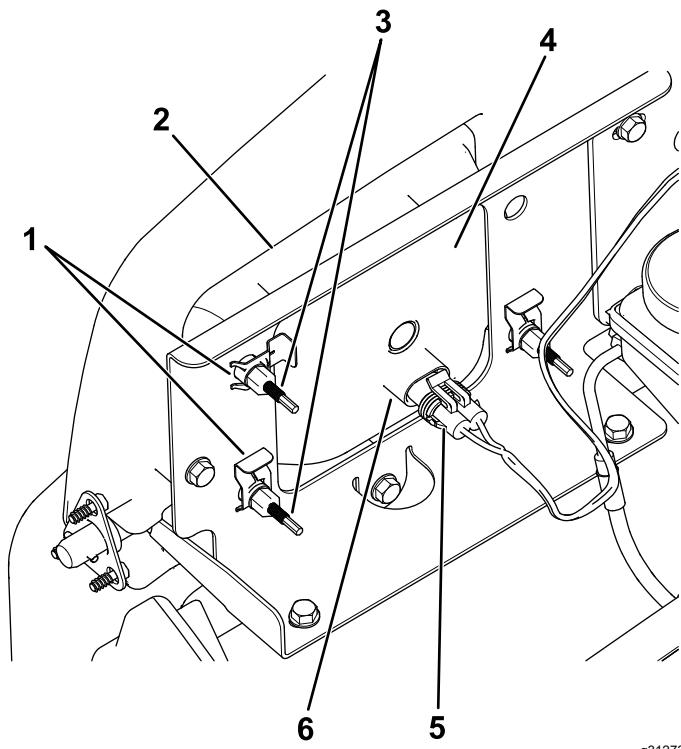

Bild 49
- Schließen Sie den elektrischen Anschluss für den Kabelbaum vom Lampenanschluss ab (Bild 49).
4. Entfernen Sie die Schellen, mit denen der Scheinwerfer an der Scheinwerferhalterung befestigt ist (Bild 49).
5. Schieben Sie den Scheinwerfer nach vorne durch die Öffnung in der vorderen Stoßstange und entfernen Sie ihn (Bild 49).
6. Setzen Sie den neuen Scheinwerfer durch die Öffnung in der Stoßstange ein (Bild 49).
8. Schließen Sie den elektrischen Anschluss für den Kabelbaum am Lampenanschluss an (Bild 49).
5. Drehen Sie die Einstellschrauben an der Rückseite des Scheinwerfers (Bild 49), um den Scheinwerfer zu drehen und den Scheinwerferstrahl einzustellen.